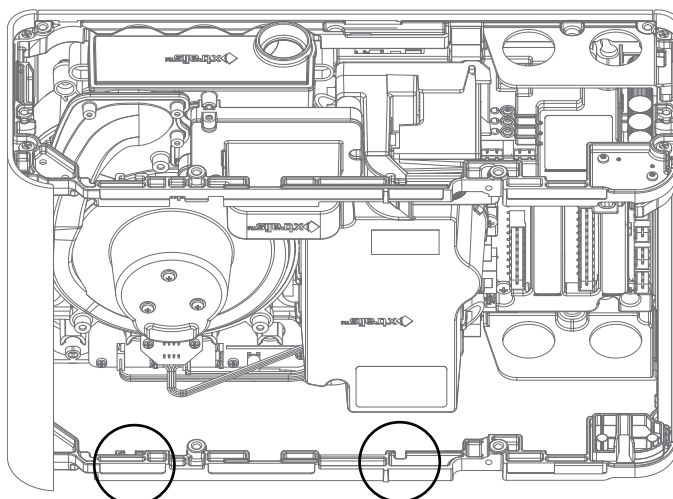

Рис. 4-15: Вновь закрепите ремешки в указанном положении
8. Вновь подсоедините ремешки. Закрепите их в отверстиях, отмеченных на Рис. 4-15. Разместите ремешки в отверстиях и потяните вверх, как показано на Рис. 4-16.